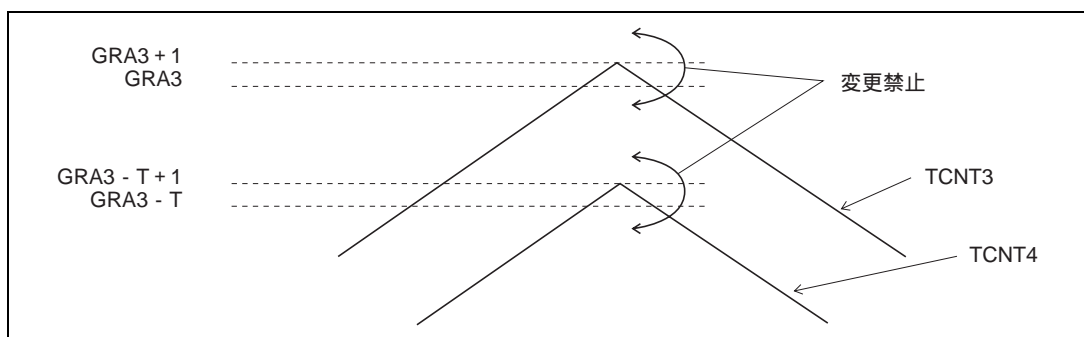

図 10.40 バッファ動作による GR の設定変更時の注意(1)
バッファ動作による GR の設定変更時の注意 (1) を図 10.40 に示します。